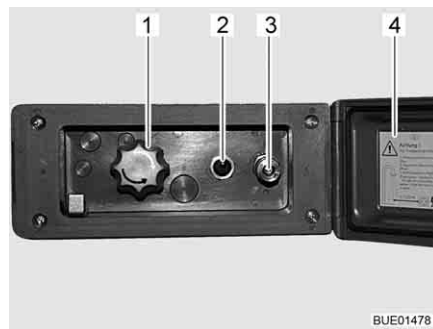

Fig. 156 Raccordo doccia esterno
- Sganciare ed aprire il coperchio (Fig. 156,4).
- Collegare il tubo flessibile della doccia esterna alla chiusura rapida (Fig. 156,3).
- Accendere la pompa dell'acqua con l'interruttore (Fig. 156,2).
- Regolare la temperatura dell'acqua ai gradi desiderati mediante la manopola (Fig. 156,1).
- Spegnere la pompa dell'acqua con l'interruttore (Fig. 156,2).
- Chiudere il coperchio (Fig. 156,4) e bloccarlo con la chiave.
- Ruotare la manopola (Fig. 156,1) sulla posizione centrale.